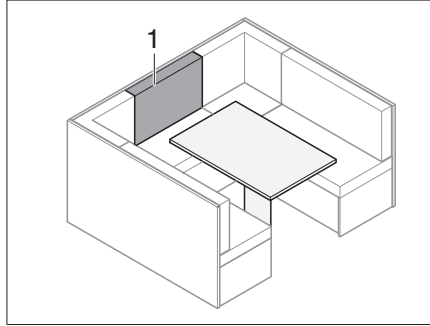

Bild 187 Före ombyggnaden
- Lägg ryggdynan (Bild 187,1) framför extradynan på bordet.